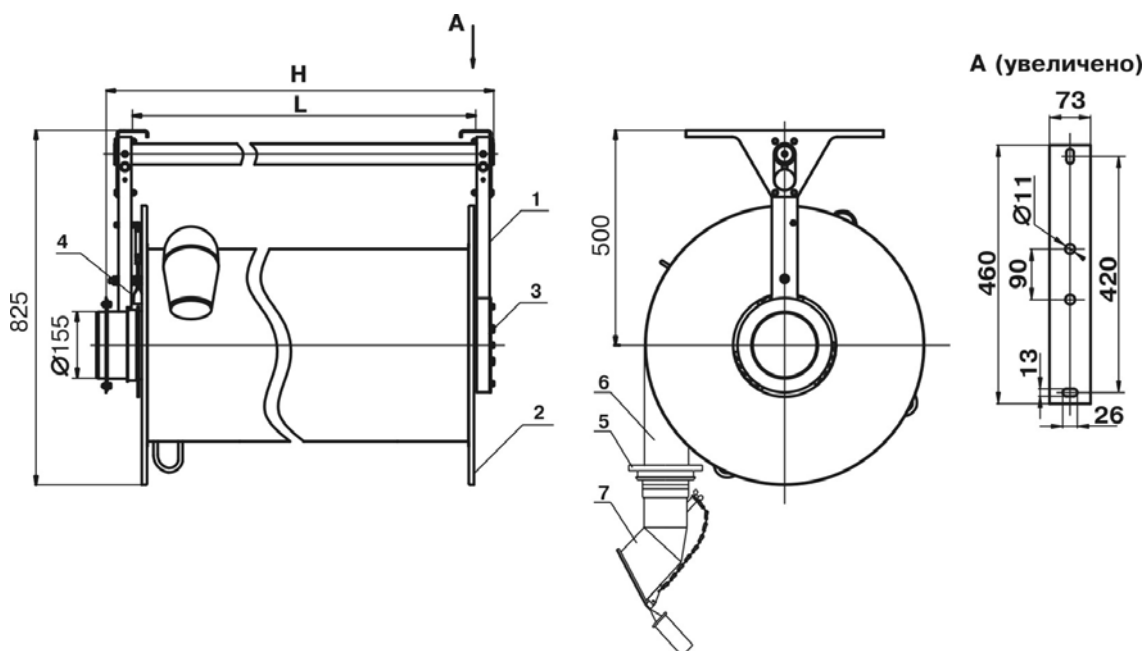
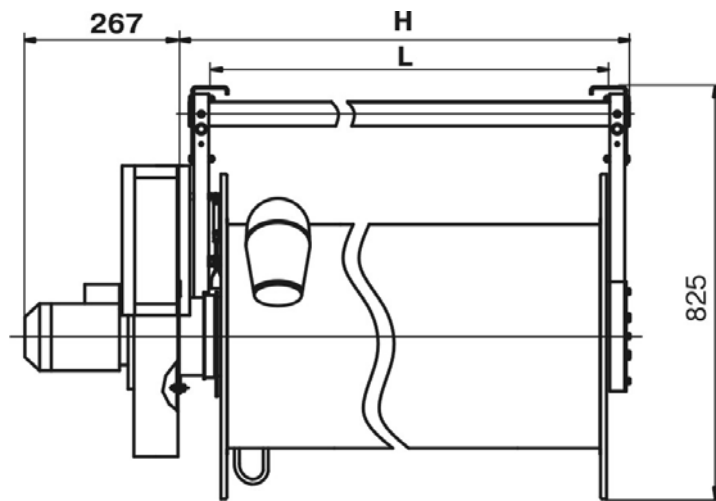
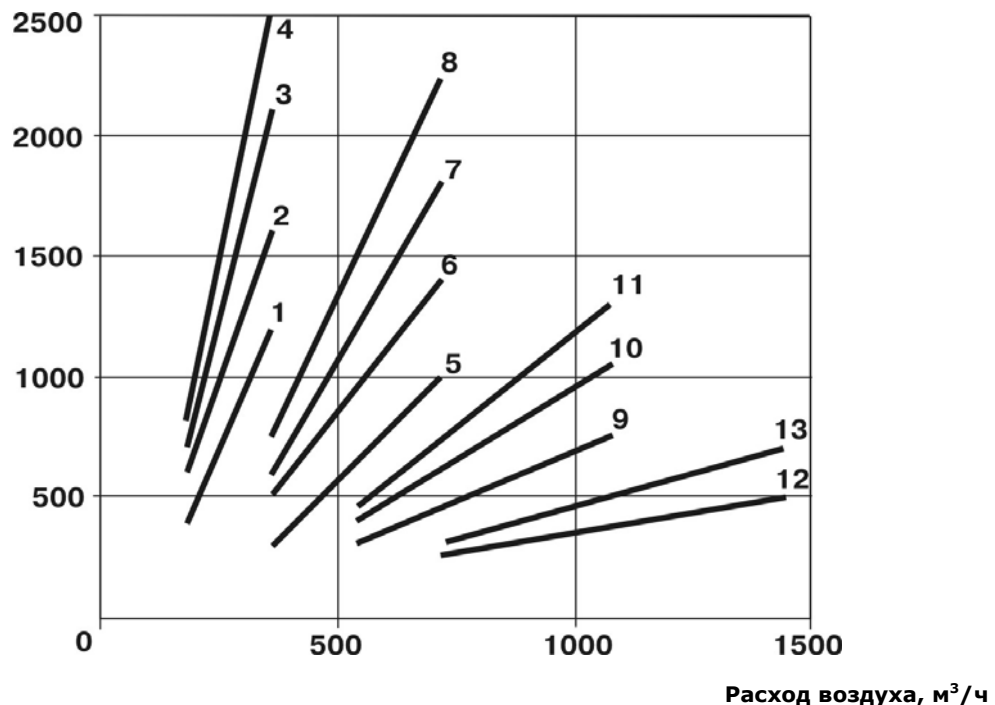

Рисунок 2.1
Рисунок 2.2
Рисунок 2.3
2.3. Габаритные и присоединительные размеры вытяжной катушки SER-M приведены на рис. 2.1, рис. 2.2 и таблице 2.2, аэродинамическая характеристика – на рис. 2.3.
2.4. Аэродинамическая характеристика вытяжной катушки SER-M с полностью размотанным термостойким гофрированным шлангом шведского производства приведена на рис. 2.3.
3.1. Вытяжная катушка SER-M состоит из следующих основных узлов (см. рис. 2.1):
- 4.2.4. В случае, если пружинный привод не обеспечивает полного сматывания шланга, допускается заневопить пружину привода на один дополнительный оборот. Для этого необходимо снять ограничитель поз.5 (рис. 2.2) при намотанном шланге, повернуть барабан на один оборот (не более) в сторону разматывания и вновь надеть ограничитель при намотанном шланге.